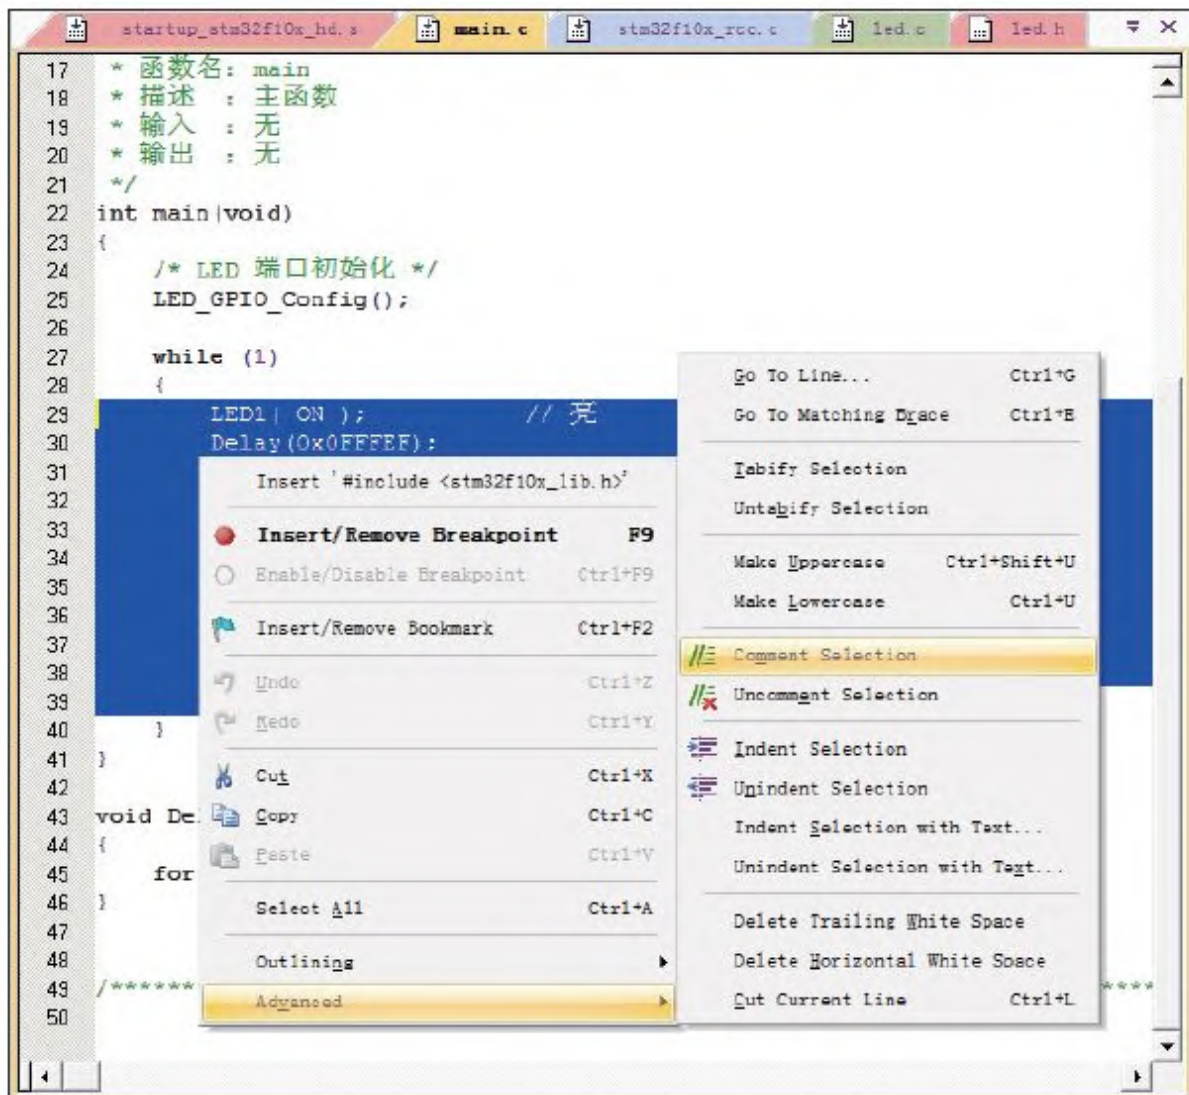

图 5-11 批量注释
1) 调试必备，大量代码注释与取消注释，选中代码按右键，进入图5-11所示界面选择“Comment Selection”可注释，“Uncomment Selection”可以取消注释。